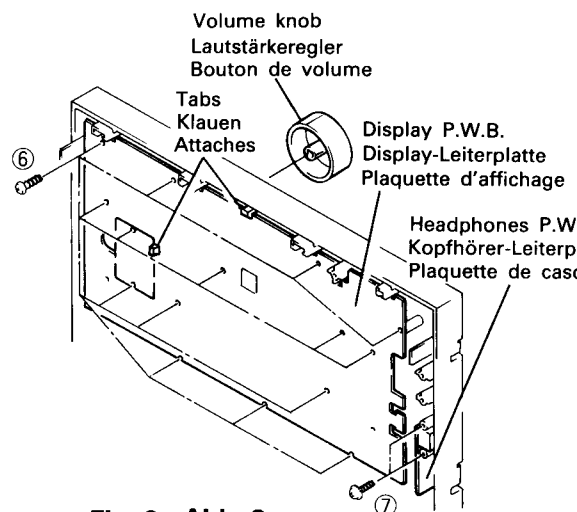

Fig. 3 Abb. 3
3. Display P.W.B. (Fig. 3)
4. Headphones P.W.B. (Fig. 3)
3. Display-Leiterplatte (Abb. 3)
4. Kopfhörer-Leiterplatte (Abb. 3)
3. Plaquette d'affichage (Fig. 3)
4. Plaquette de casque (Fig. 3)